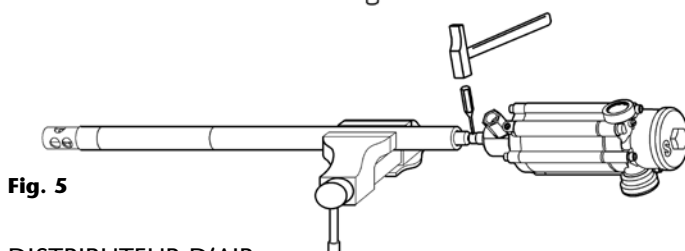

Fig. 5
4. Retirer le goujon à l'aide d'un repoussoir et desserrer l'axe de connexion jusqu'à ce que ce dernier se lâche (fig. 5).